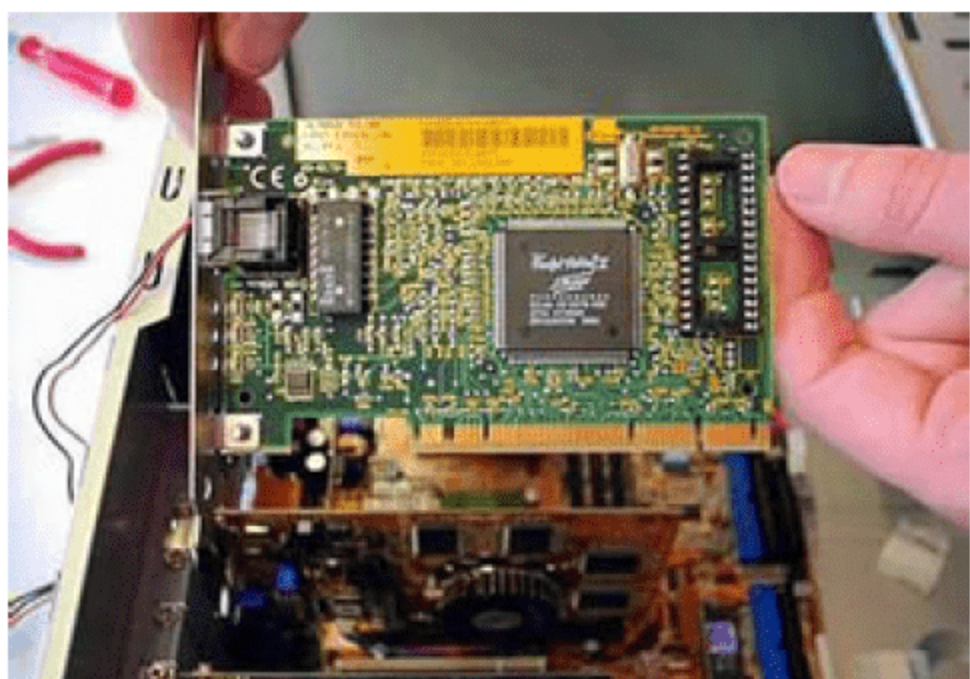

图 8-22 安装网卡
(1) 将网卡插入主板的 PCI 插槽，并确保网卡与插槽接触良好。
(2) 安装完成后，将网卡上的跳线帽安装在跳线座上，如图 8-22 所示。
(3) 将网卡上的跳线帽安装在跳线座上。